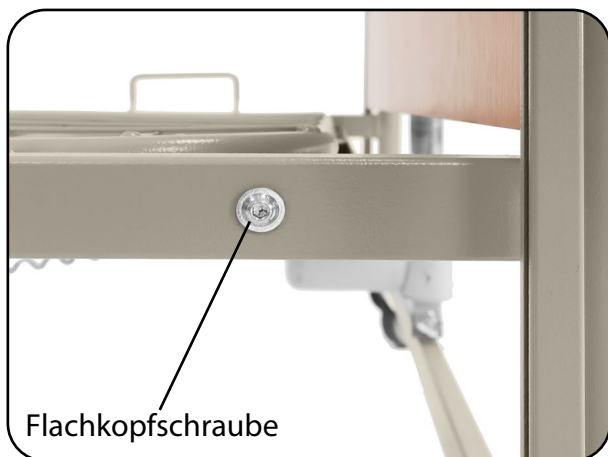

Abb. 6.6.03 – Flachkopfschrauben am Fußende des Liegeflächenrahmens
6. Lösen Sie die zwei Flachkopfschrauben am Fußende, die den Liegeflächenrahmen mit dem Stellteil verbinden (Abb. 6.6.03).